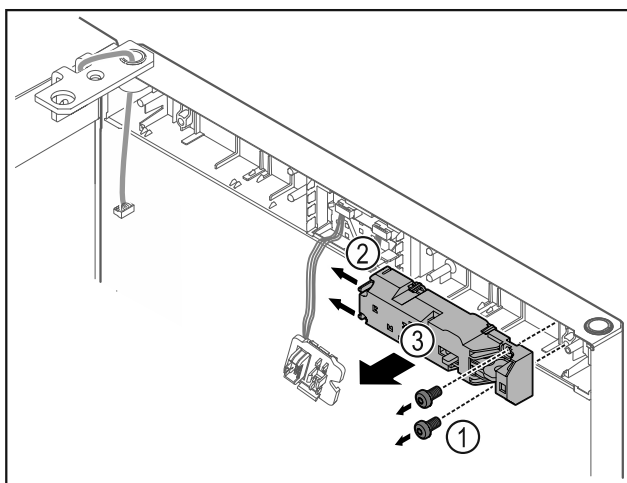

Fig. 20
- ▶ Wyciągnąć śruby Fig. 20 (1).
- ▶ Nacisnąć zaczepy Fig. 20 (2) do boku i zdjąć zdalną blokadę Fig. 20 (3).